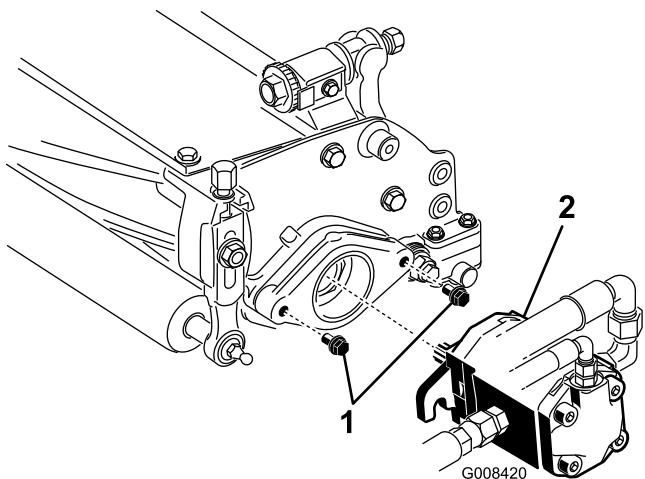

Рисунок 11
- Убедитесь в том, что резьба каждого винта крепления двигателя барабана выступает примерно на 13 мм (Рисунок 11).
- Нанесите на шлицевой вал двигателя чистую консистентную смазку и установите двигатель, повернув его по часовой стрелке так, чтобы фланцы двигателя были отодвинуты от шпилек. Поверните двигатель против часовой стрелки так, чтобы его фланцы сели на шпильки (Рисунок 11).
- Затяните крепежные болты (Рисунок 11).